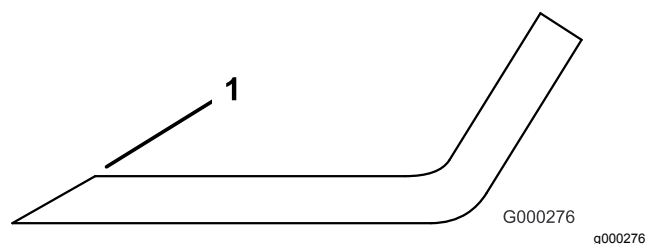

Figura 128
3. Inspeccione los filos de corte de todas las cuchillas, y afílelos si están romos o tienen mellas (Figura 128).
Nota: Afíle únicamente la parte superior del filo y mantenga el ángulo de corte original para asegurar un filo correcto (Figura 128). La cuchilla permanece equilibrada si se retira la misma cantidad de material de ambos filos de corte.